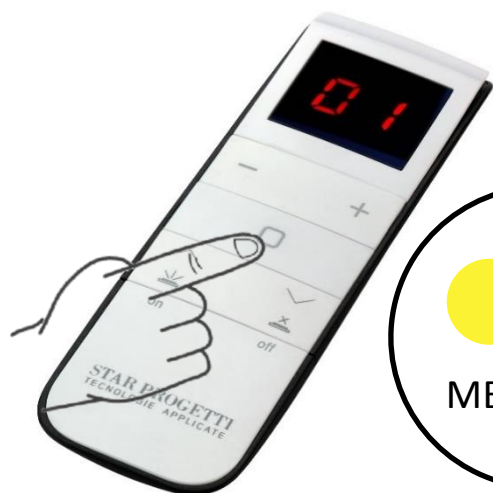

Fig.11
- Sur le canal "1", appuyez sur le bouton comme indiqué sur la fig. 11